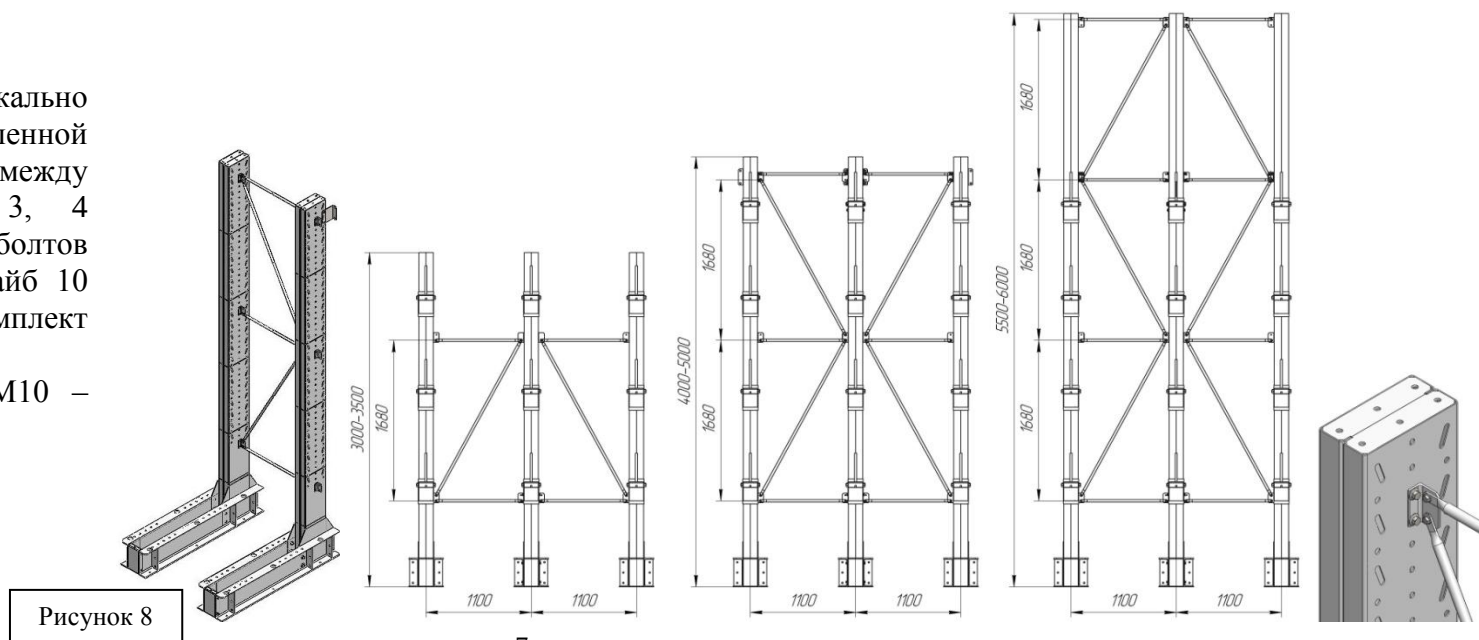

Рисунок 8
7. Установить стойки вертикально на заранее подготовленной площадке, соединить между собой ребрами поз. 3, 4 (таблица 1) при помощи болтов M10×40, гаек M10 и шайб 10 входящих в комплект (рисунок 8).